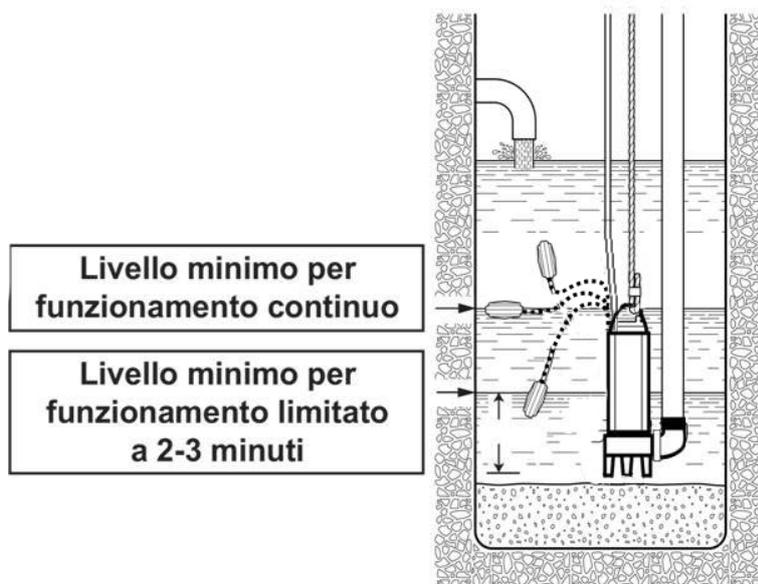

Fig. 4
- mobile con l'elettropompa appoggiata sul fondo del pozzetto o vasca (fig. 4) oppure sospesa a mezzo di apposita fune o catena in materiale resistente ancorata alla maniglia o gancio di sostegno (fig. 3).